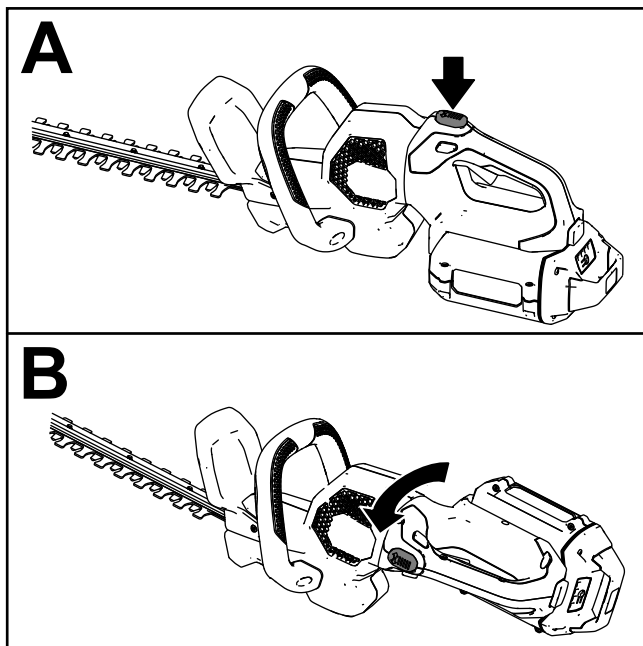

Figura 7
- Mantenga pulsado el botón de bloqueo de la rotación (Figura 7, A).
- Rote la empuñadura 90° a la izquierda o a la derecha dependiendo del sentido de corte deseado, luego suelte el botón de bloqueo para bloquear la empuñadura en la posición deseada (Figura 7, B).